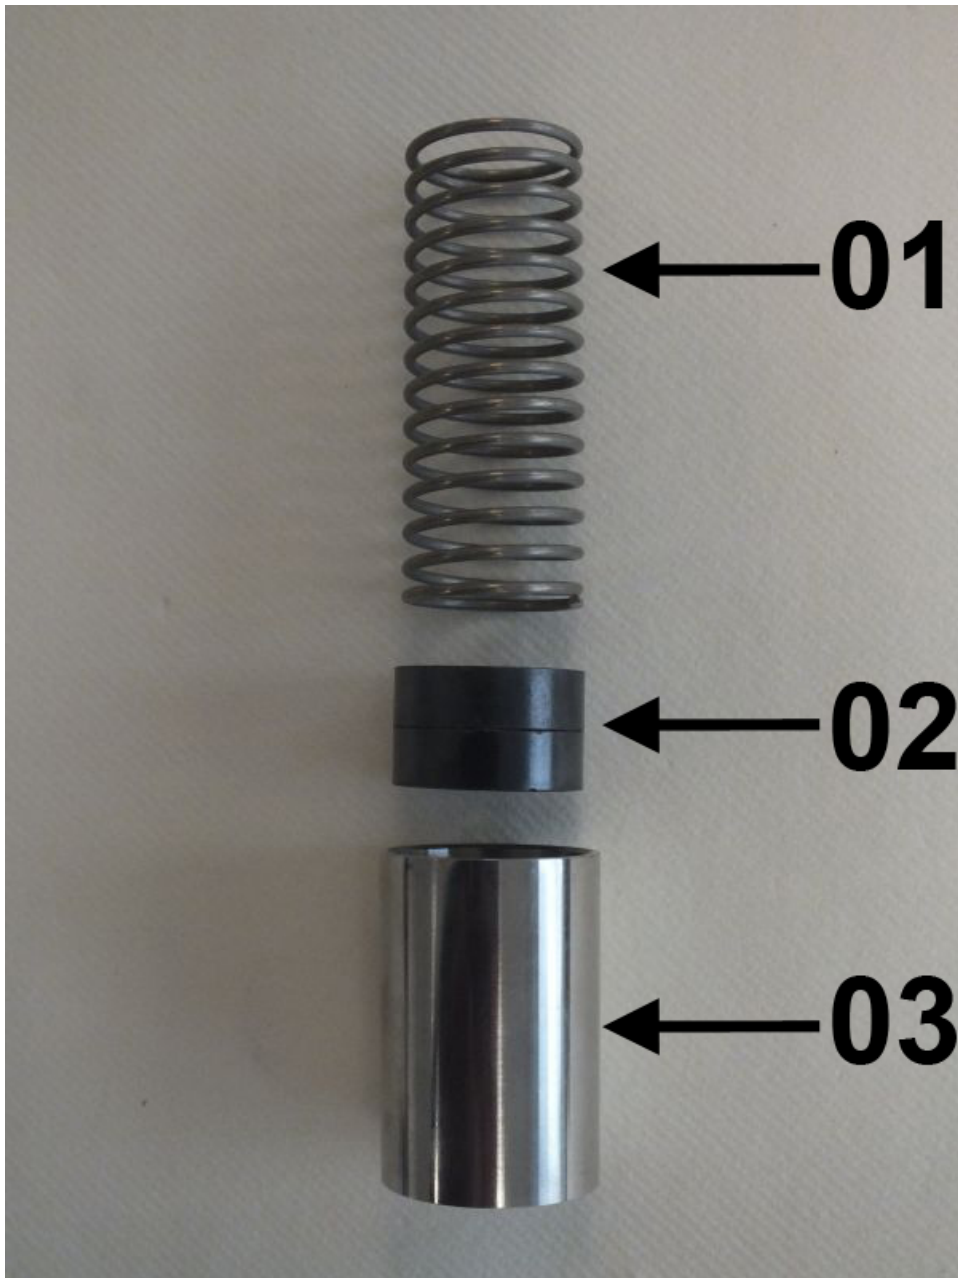

Abb. 47: Feder, Magnete und Schwebekörper
7. ➤ Feder (Abb. 47/01), Magnete (Abb. 47/02) und Schwebekörper (Abb. 47/03) als Innenteile des Strömungswächters